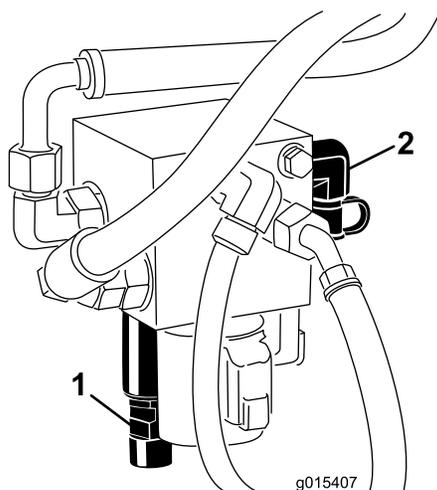

図 14
3. 昇降マニホールドの後部にあるテストポートに圧力計を接続する（図 14）。
4. 昇降マニホールドの前部にあるカウンタバランスのスポールについているキャップを外す（図 14）。
5. カウンタバランスのスポールの底部についているジャムナットをゆるめる（図 14）。